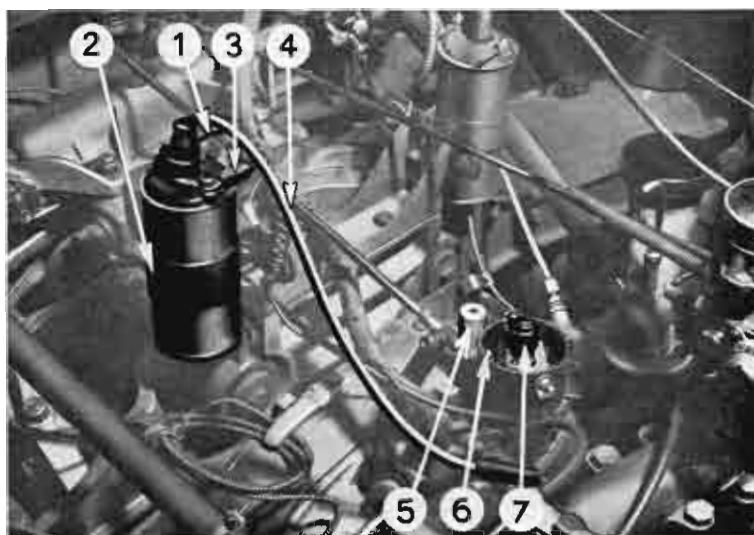

Fig. 45
- l'interrupteur, contact à clef, et le fil, (1), allant à la bobine,
- la bobine (2), (fig. 45) de laquelle partent deux fils allant à l'allumeur A,
- le plus petit, fil primaire (3), va au rupteur (6) avec dérivation par le condensateur (5);
- le plus gros, fil secondaire (4), va au distributeur (7) par l'intermédiaire d'un balai.